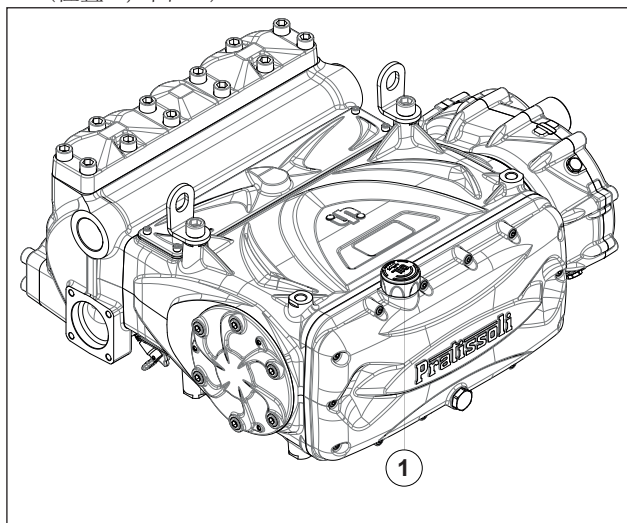

图 10
5. 检查泵曲轴箱内的机油液位，并通过专用油尺进行确认（位置①，图 10）。